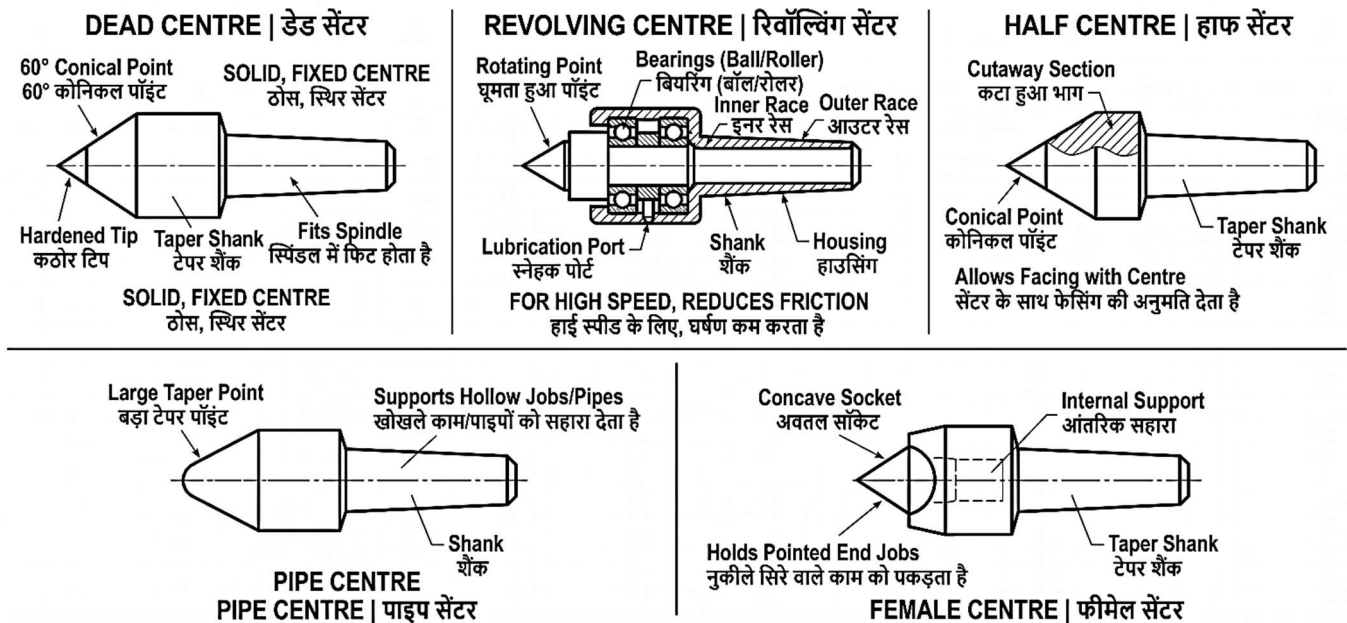

Fig. 6.3: Lathe Centres | लेथ सेंटर
6.3.1 Introduction (Fig. 6.3)
6.3.1 परिचय (Fig. 6.3)